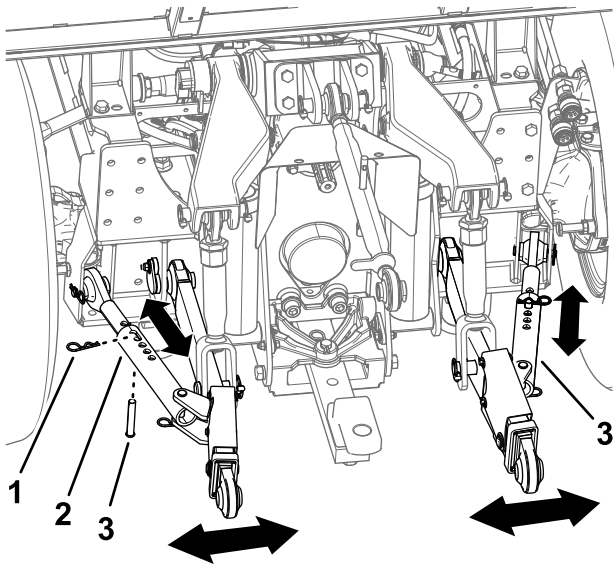

Figura 25
1. Rimuovete la coppia a forcina e la coppia su ciascun attacco di oscillazione (Figura 25).
2. Regolate l'attacco di oscillazione dentro o fuori fino a quando l'accessorio non è livellato (Figura 25).
3. Dopo la regolazione, fissate l'attacco di oscillazione con la coppia e la coppia a forcina (Figura 25).